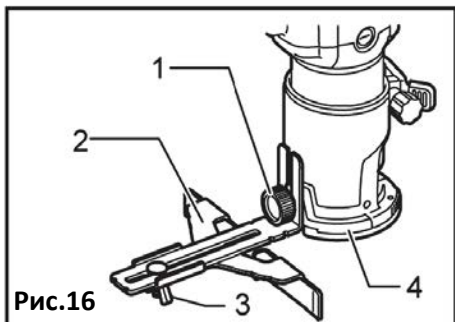

Рис.16
Прикрепите прямую направляющую с помощью зажимного винта (1). Ослабьте барашковую гайку (3) на прямой направляющей (2) и отрегулируйте расстояние между фрезой и прямой направляющей. Надежно затяните барашковую гайку на необходимом расстоянии (Рис.16). При резке, перемещайте инструмент, держа прямую направляющую заподлицо с боковой стороной обрабатываемой детали.